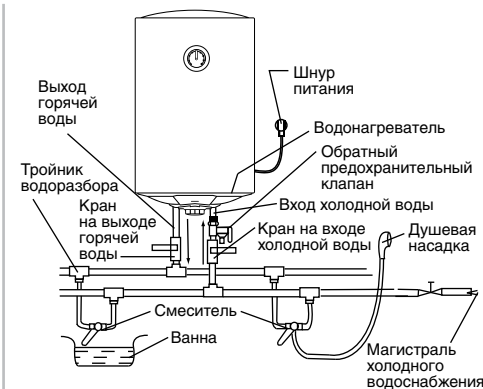

Рис. 4
- Если необходимо реализовать многоточечную систему водоснабжения, используйте способ соединения (см. рис. 4).